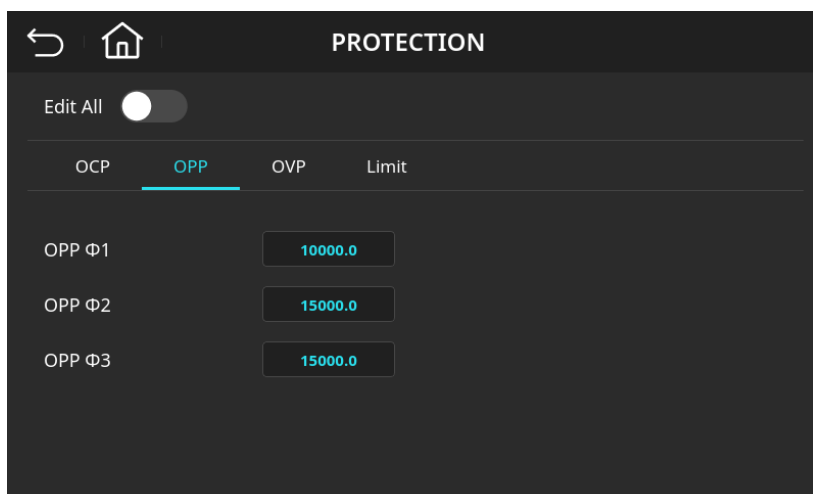

图 4-55 输出过功率保护页面(OPP Φ1=10000.0 VA)
4. 输入 **1**，**0**，**0**，**0**，**0** 后按下 **Enter** 键，数值变更成“10000.0”，如图 4-55 所示。